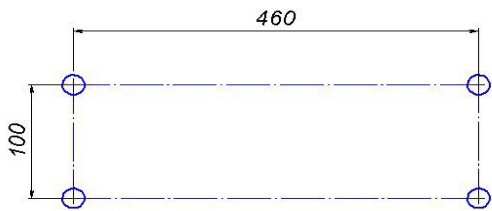

Рис. 2
3.4. Установите в стене четыре дюбеля (6), разметив отверстия согласно рис. 2, и вкрутите в них винты-саморезы (7), оставив зазор до стены ~ 2 мм. Затем навесьте на винты рукомойник.